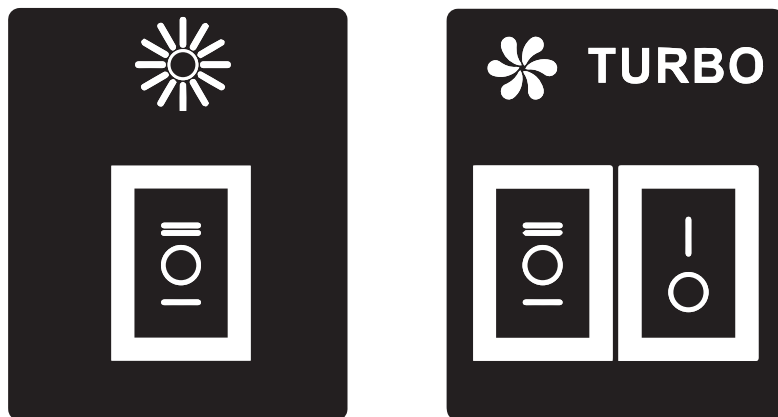

Рис.5
**7.3** На боковинах корпуса размещен механический переключатель режимов работы и включения ламп освещения (рис.5):